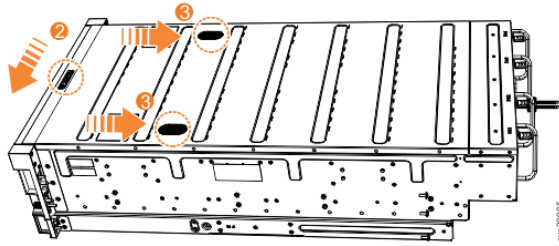

Figura 79. Substituindo a tampa superior
2. Empurre a alavanca de liberação da tampa para a lateral (**2**), conforme mostrado em Figura 79 na página 71.
3. Deslize a tampa de volta para a parte traseira do gabinete (3) até parar, conforme mostrado em Figura 79 na página 71.